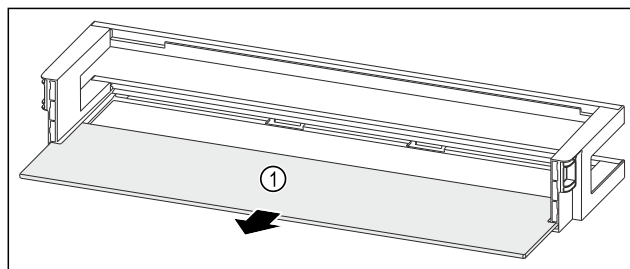

Fig. 131 Balconcino controporta con ripiano
- Rimuovere il ripiano Fig. 131 (1).